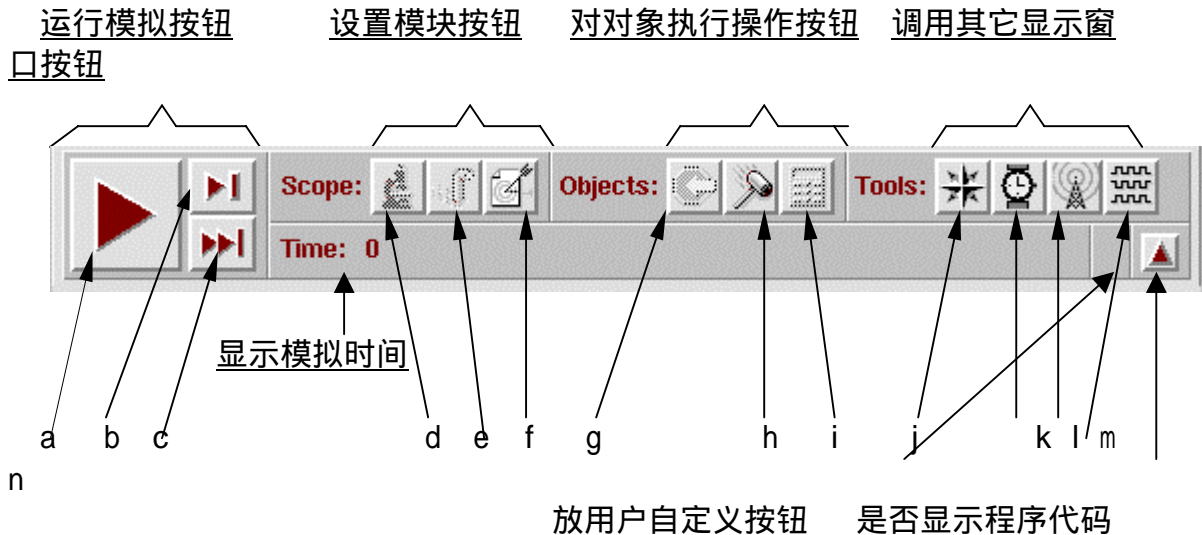

图 4-2-2 SimControl 窗口中的工具条
显示被调试的程序代码，每行左边有行号。你可以在其间选择信号和模块。这种选择会影响其它工具的操作对象，反过来其他工具操作对象的选择也会作用于 Source Browser 信号和对象的选择。可在其间设置断点，如前所说的在行号为高亮的行可设为断点，灰色则不可以。可在 Source Browser 中点鼠标的右键选择菜单进行操作。另一个对选择对象的操作是双击该对象。如双击信号得到它的数值，双击模块则调到该模块描述处。如图 4-2-2 中的 n 字母代表的按钮，Source Browser 可被关掉不显示。
按下和图 4-2-2 中 j 字母所代表的按钮一样的按钮打开 Navigator 窗口。此窗口用图形，在 Scope Tree 中采用树的形式显示设计中各模块的层次关系。在 Objects List 中显出 Scope Tree 中被选模块的当前模拟数值和描述。
- (1) 按下图 4-2-2 中 j 字母所代表的按钮
- (2) SimControl 窗口 Tools- Singal Flow Browser 菜单项
- (4) Wactch Objects Window 中按下图 4-2-2 中 j 字母所代表的按钮的一样的按钮界面如下图。(没选信号时)
- (1) 按下图 4-2-2 中 k 字母所代表的按钮
- (2) SimControl 窗口 Tools- Watch Objects 菜单项
- (3) Navigator 中的工具条中字母 c 的第一个按钮打开窗口。
- (4) Singal Flow Browser